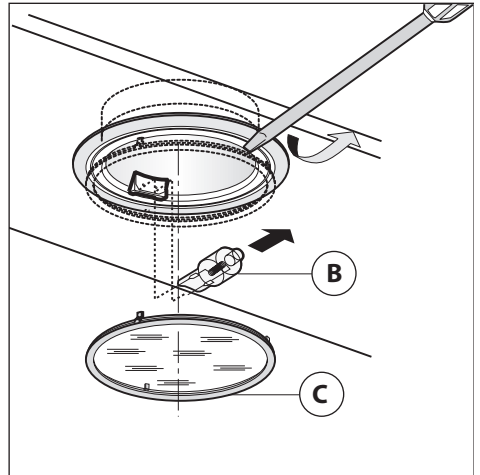

Fig.17
• Austausch der Halogenlampen (Abb.17):